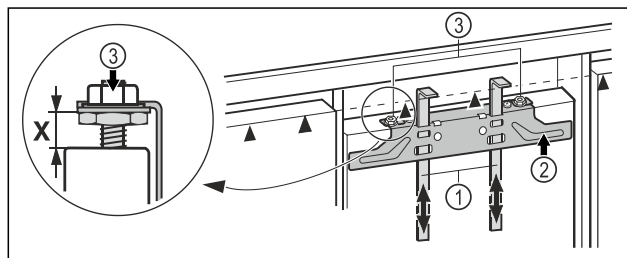

Fig. 43
- ▶ Montažni pripomoček Fig. 43 (1) pritisnite na višino vrat pohošstva. Spodnji omejevalni rob ▲ montažnega pripomočka = zgornji rob vrat pohošstva, ki jih montirate.
- ▶ Pritrdilni prečnik Fig. 43 (2) odvijte nad protimatico Fig. 43 (3).